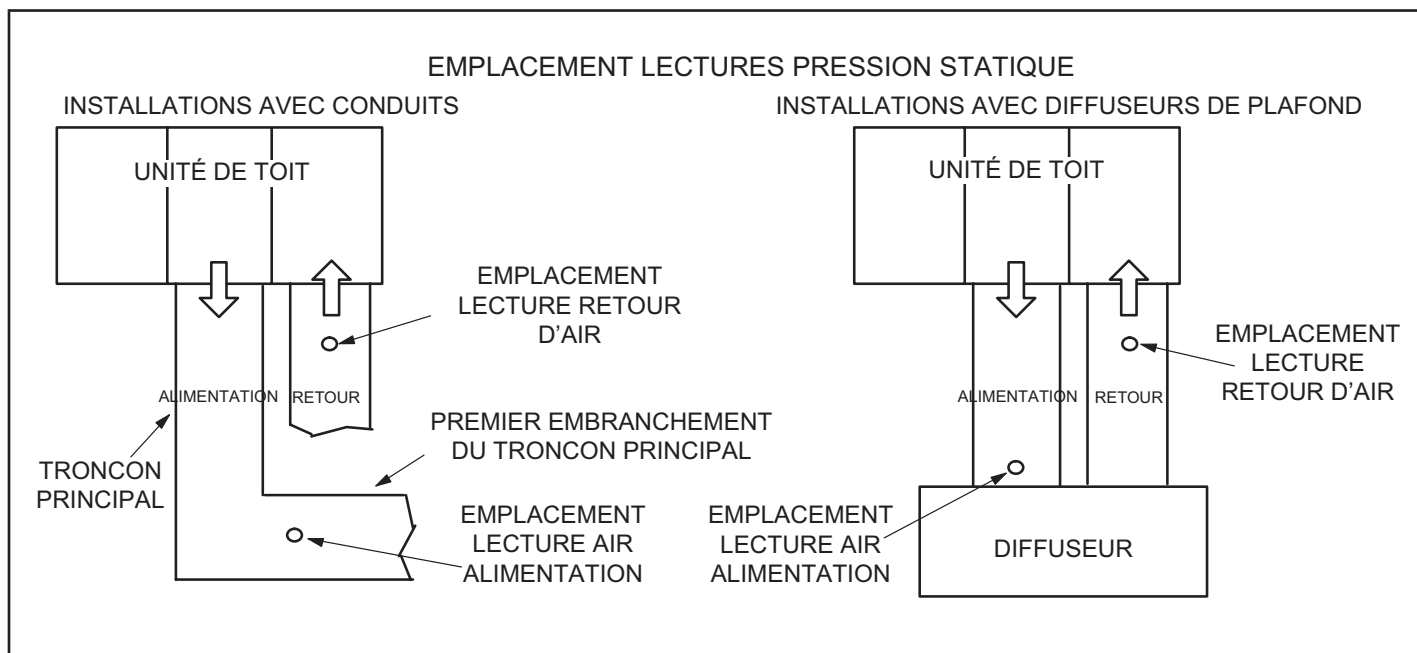

FIGURE 22
- 2- Avec tous les panneaux d'accès en place, mesurer la pression statique à l'extérieur de l'unité (depuis l'alimentation jusqu'au retour). Les données de rendement du ventilateur sont basées sur les mesures de pression statique réalisées aux endroits indiqués à la FIGURE 22.